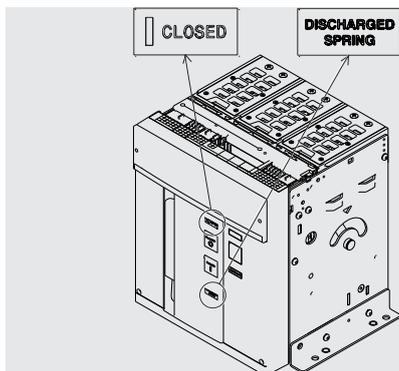

Figura 29
5. Controllare che l'interruttore sia chiuso (segnalatore aperto/chiuso "I - CLOSED"), e controllare che le molle siano scariche (segnalatore molle "bianco - DISCHARGED SPRING") come indicato in Figura 29.